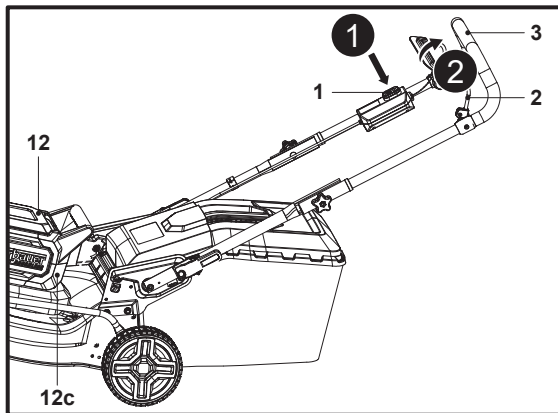

Fig. 16
1. Ouvrir le couvercle du compartiment de la batterie (12) et installer la batterie (23) dans le compartiment de la batterie (12e).
2. Fermer le couvercle du compartiment de la batterie (12).
3. Se tenir derrière le guidon (3).
4. Tout en maintenant l'interrupteur de sécurité (1) enfoncé (Fig. 16, étape 1), tirer les leviers de démarrage (2) vers le guidon (3) dans un délai de 5 secondes et les maintenir dans cette position (Fig. 16, étape 2).
5. Une fois la tondeuse à gazon démarrée, relâcher l'interrupteur de sécurité (1).
6. La capacité réelle de la batterie est indiquée sur l'indicateur de batterie (12c) situé à l'arrière du couvercle du compartiment de la batterie (12).
7. Le feu de travail (12f) situé à l'avant du couvercle du compartiment de la batterie (12) s'allume automatiquement.